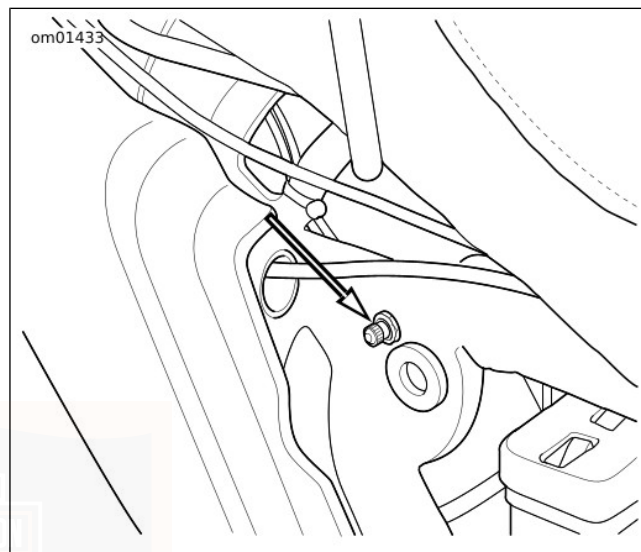

Figure 14. Valve de suspension pneumatique arrière
2. Voir Figure 14. Retirer le capuchon de la valve pneumatique située derrière l'amortisseur.